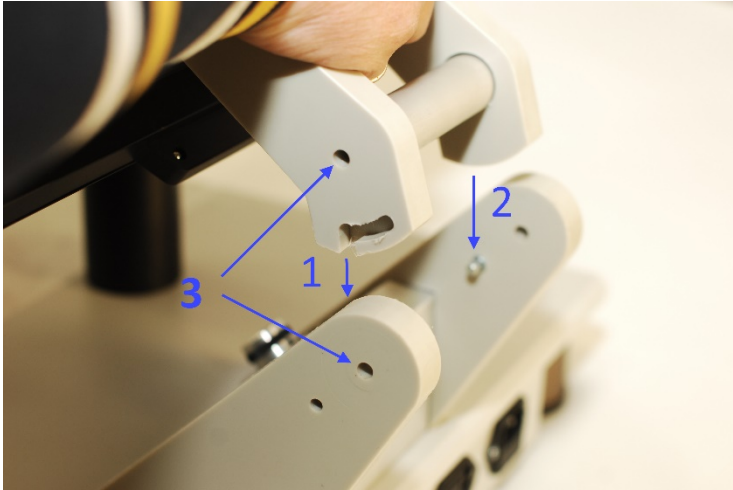

Рис. 4 Соединение кронштейна компьютера и ответной части.
6.3. Надев пазы на штифты, необходимо повернуть немного компьютер согласно стрелке на рис.5. До совпадения отверстий поз. 3 рис. 4